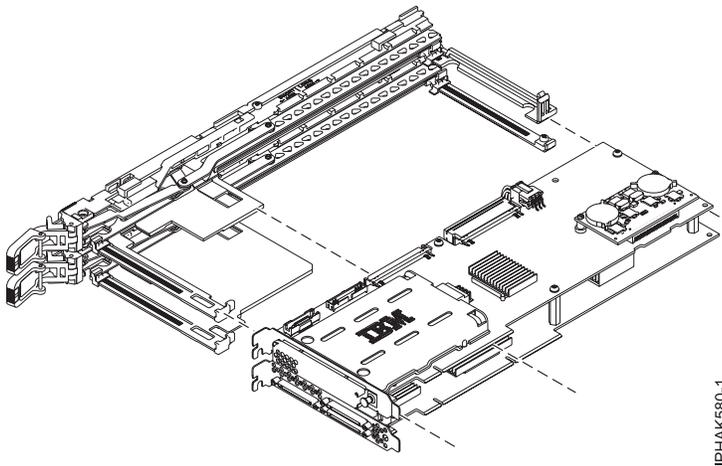

Figura 76. Puxando o adaptador duplicado para fora do conjunto do cassete
12. Puxe o adaptador duplicado para fora do conjunto do cassete e coloque-o com cuidado em uma superfície antiestática. Consulte Figura 76.